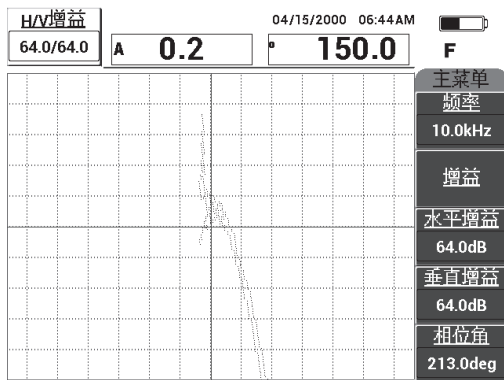

图 6-34 调整信号的波幅
8. 按**增益**键 (**dB**)，然后调整信号波幅，使脱粘信号从平衡点位置（十字准线）延伸大约 4 个分区（参见第 144 页的图 6-34）。